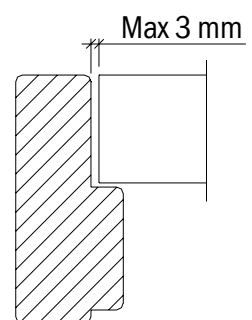

Fig. 3
5. Klaring mellom dørblad og karm skal være maks 3 mm (fig 3).